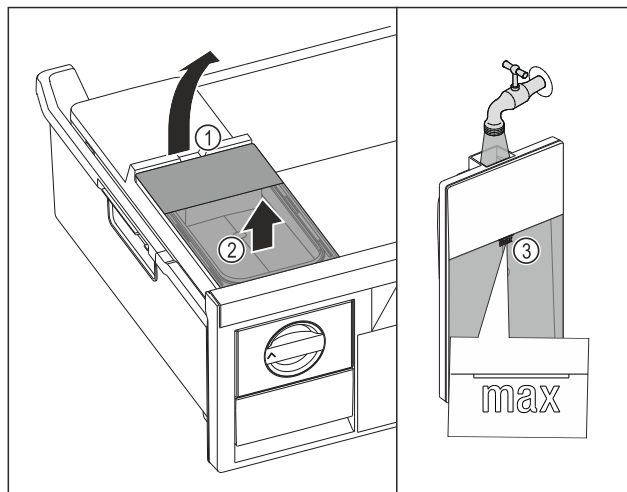

Fig. 103
- ▶ Dvignite rezervoar za vodo dvignite za izrez Fig. 103 (1).
- ▶ Rezervoar za vodo odstranite v smeri navzgor. Fig. 103 (2)
- ▶ Rezervoar za vodo napolnite s pitno vodo do oznake Fig. 103 (3).